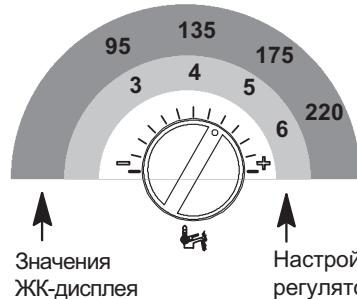

Рисунок 7.9
- При перемещении регулятора температуры горячего водоснабжения (Рисунок 7.9) на ЖК-дисплее отображаются разные заданные значения параметра, например, символ Р14 загорается поочередно с цифрой 160.